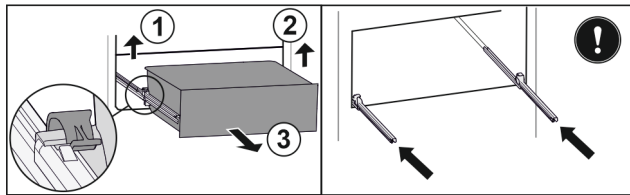

Fig. 142
- ▶ Приподнимите левый зажим и одновременно вытяните движением вперед выдвижной ящик слева. Fig. 142 (1)
- ▶ Приподнимите правый зажим и одновременно вытяните движением вперед выдвижной ящик справа. Fig. 142 (2)
- ▶ Извлеките выдвижной ящик движением вперед. Fig. 142 (3)